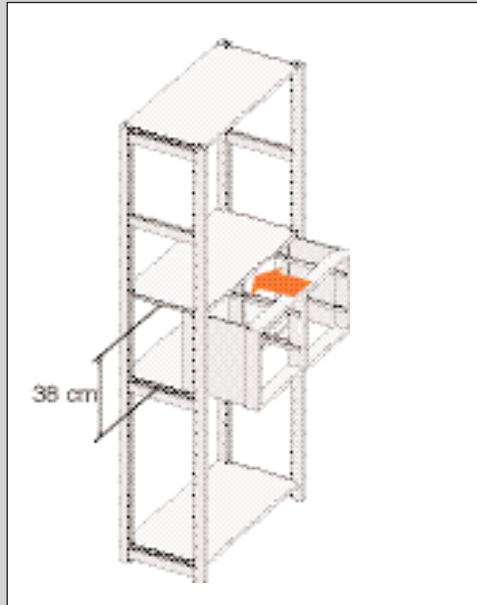

ABBILDUNG 6
2. Schieben Sie den Rahmen des Schubladenblocks zwischen zwei Fachböden mit einem Zwischenraum von 38 cm (acht Löcher) (siehe Abb. 6).